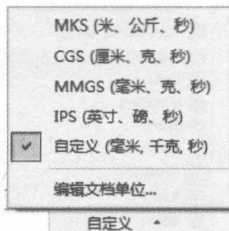

图 1-12 “单位系统”列表
- 单位系统：在编辑草图过程中，单击 （单位系统）按钮，可在弹出的列表中选择绘制草图的文档单位，如图 1-12 所示。